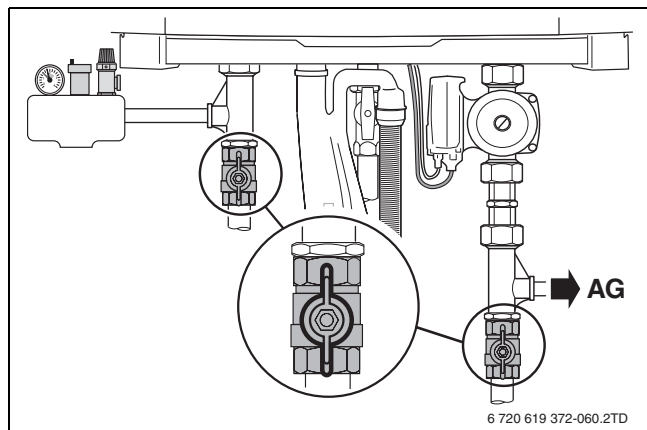

Fig. 57 Aprire i rubinetti di manutenzione (qui: posizione aperta)
- Aprire i rubinetti di manutenzione della mandata e ritorno della riscaldamento (→ fig. 57) (posizione aperta: in parallela al tubo).